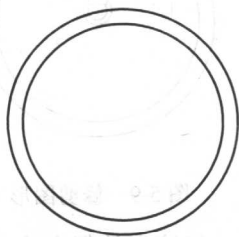

图 5-2 绘制并偏移圆
2. 使用“圆”命令,绘制一个直径为460mm的圆。再选择“修改”/“偏移”命令,将其向内偏移30mm,如图5-2所示。